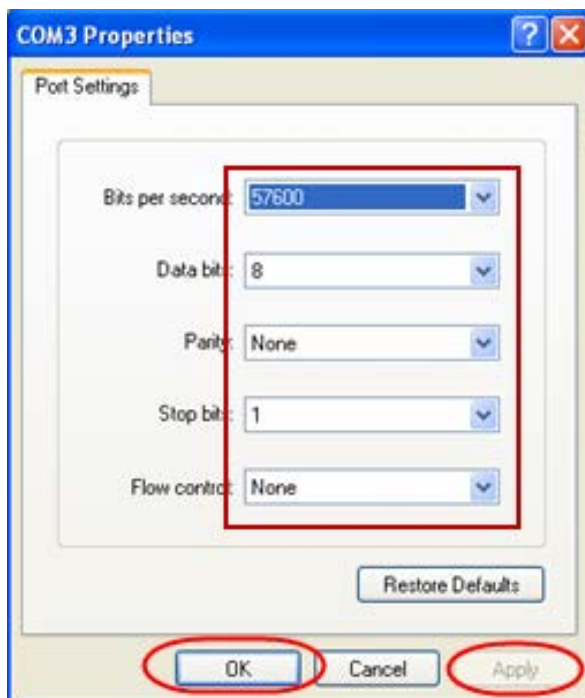

Fig.15
8. Dans la boîte de dialogue « COM Properties », entrer les informations ci-dessous, cliquer **APPLY** suivi de **OK**. (Fig. 15).